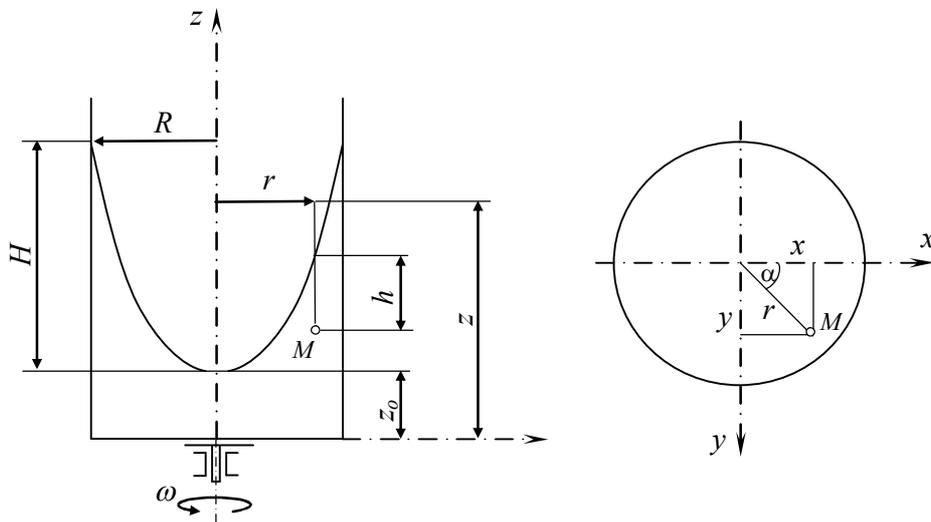

Рисунок 2.8 — Относительный покой жидкости, находящейся в резервуаре, вращающемся с постоянной угловой скоростью
2.4.2. При вращении резервуара вокруг вертикальной оси z (см. рис. 2.8) на любую частицу M жидкости кроме силы тяжести действует также центробежная сила инерции